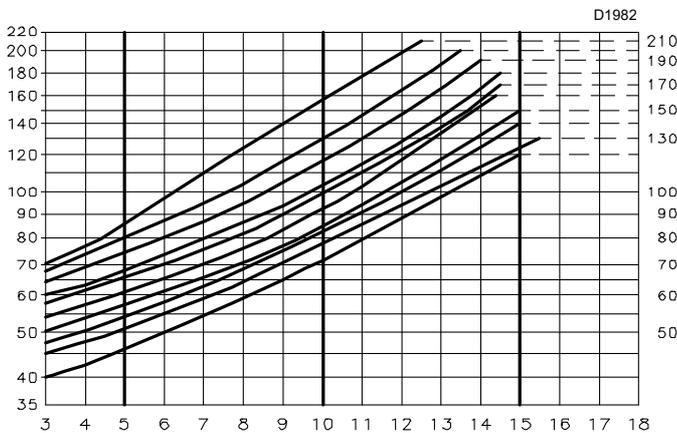
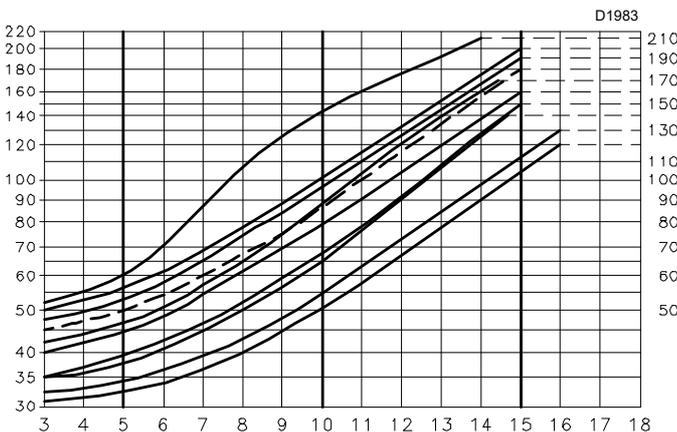

Abb. 17
Abb. 18
- Bergonzo Typ A3 - Winkel 45° (Abb. 17)
- Bergonzo Typ A4 - Winkel 45° (Abb. 18)
Sollten Sie einen Durchsatz wünschen, der zwischen den beiden im Diagramm (Abb. 17 und Abb. 18) angegebenen Werten liegt, wählen Sie die Düse mit dem größeren Durchsatz.